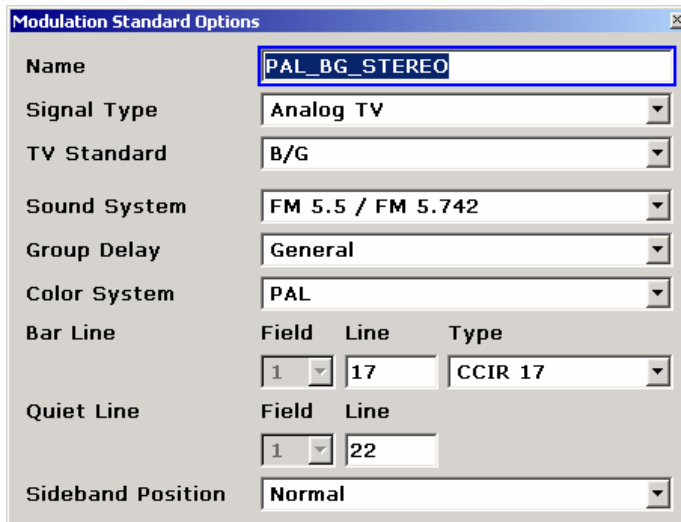
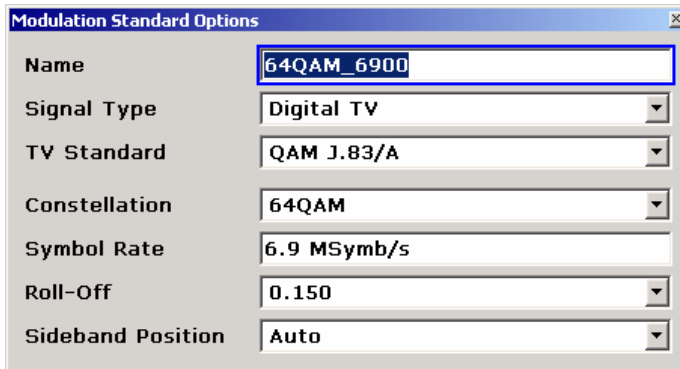

Рисунок 2-62 Диалоговое окно параметров стандарта модуляции для аналогового ТВ
Рисунок 2-63 Диалоговое окно параметров стандарта модуляции для цифрового ТВ
Наиболее важным при работе со стандартами модуляции является порядок ввода параметров. Стандарты модуляции (см. рисунок 2-62) всегда должны создаваться и редактироваться в диалоговом окне параметров стандарта модуляции **"Modulation Standard Options"** сверху вниз. Наиболее важные параметры располагаются в верхней части диалогового окна. Например, изменение типа сигнала с аналогового ТВ на цифровое ТВ изменяет весь нижеследующий набор параметров. В то время как способ модуляции для передачи цветовой информации является важным в аналоговых ТВ системах (см. система передачи цвета **"Color System"** на рисунке 2-62), то такой проблемы не существует для систем цифрового ТВ. Вместо этого, в системах цифрового ТВ критическим является тип сигнального созвездия (см. рисунок 2-63). По этой причине в опции измерений в сетях кабельного ТВ реализован удобный для пользователя процесс создания нового стандарта модуляции, ограничивающий возможности ввода только обязательными параметрами.
Для аналогового ТВ диалоговое окно параметров стандарта модуляции **"Modulations Standard Options"** (см. рисунок 2-62) структурировано следующим образом:
- Таблица каналов указывает на стандарты модуляции по их названию **"Name"**. Название (см. рисунок 2-63) должно содержать информацию об используемом ТВ-стандарте, цветовой и звуковой системе, например "PAL_BG_STEREO".
- В таблице каналов на стандарты модуляции указывают их названия **Name**. Название (см. рисунок 2-63) должно содержать информацию об используемом сигнальном созвездии и символьной скорости, например "64QAM_6900".